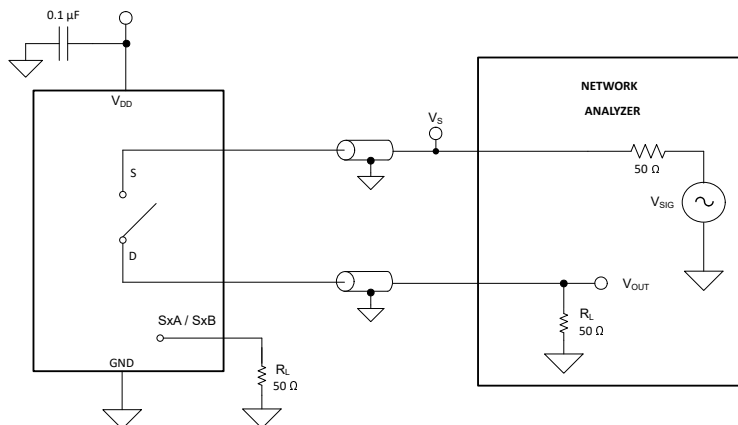

図 14-13. オフ絶縁測定時の設定
オフ絶縁は、オフチャネルのソースピン (Sx) に信号が印加された場合に、そのデバイスのドレインピン (D) に現れる信号の比率として定義されます。図 14-13 に、オフ絶縁の測定を行う際の設定と、オフ絶縁の計算に使用する式を示します。